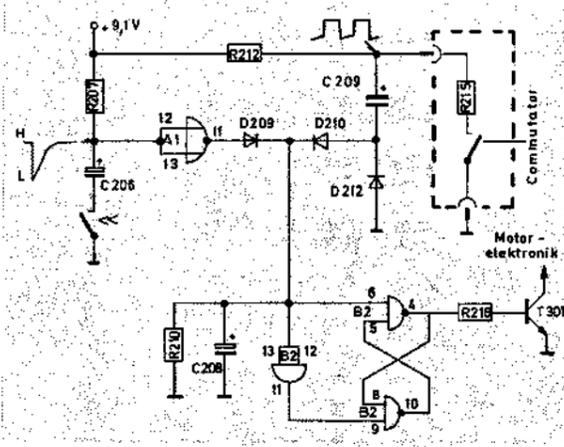

Bild 5 Motor-Anlaufschaltung „Rücklauf“
5.1 Motor-Anlaufschaltung bei „Rücklauf“ (Schaltungs-auszug Bild 5)